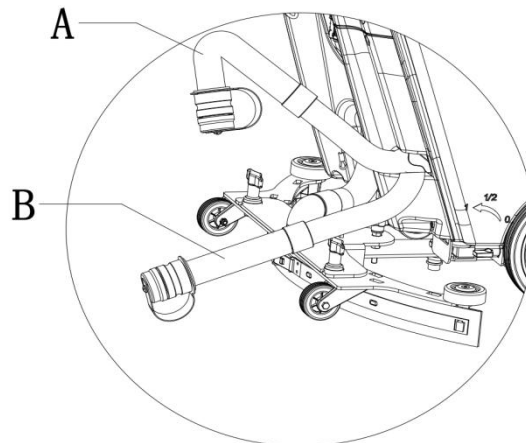

Figura 10
1. Retire a mangueira de drenagem e dobre a ponta superior (como mostrado em A na Figura 10). Deite a mangueira de drenagem apontada para um ponto baixo ou no chão e desaparafuse a tampa para esvaziar o tanque (como mostrado em B na Figura 10).
Certifique-se que a mangueira de drenagem está apontada para um ponto baixo ou no chão (como mostrado em A ou B na Figura 10) para evitar que saia água suja na direcção do operador.